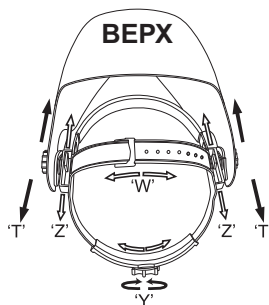

Рис.1
- Ослабьте зажимы по обе стороны от шлема и передвиньте его ближе или далее от лица ("Z" на рис. 1). Важно, чтобы глаза были на одинаковом расстоянии от стекла, иначе затемнение может казаться разным. Закрепите зажимы после оегулировки.
- Отрегулируйте наклон маски (рис. 1).
- Объем охвата головы можно регулировать с помощью регулятора на затылке ("Y" на рис. 1), Это позволяет закрепить маску на голове и предотвратить ее падение во время работы.
- Если оголовье сидит на голове слишком высоко или слишком низко, отрегулируйте ремень, который проходит через макушку. Для этого ослабьте конец ремня, выдавив стопорный штифт из отверстия в ремне. Переместите две части ремня на большую или меньшую ширину, в зависимости от того, что требуется, и вставьте стопорный штифт в ближайшее отверстие (см. «W» на рис. 1).